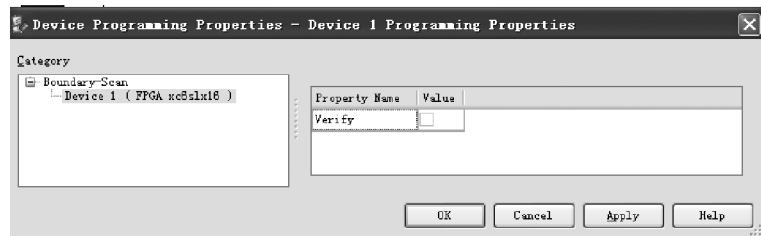

图 3.73 编程属性对话框
(13) 如图 3.73 所示, 出现 Device Programming Properties(器件编程属性)对话框界面, 在该界面内, 单击 OK 按钮。